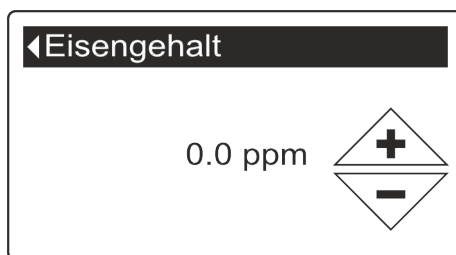

Abb. 55: Menüpunkt Eisengehalt
5. ➔ ▲ oder ▼ betätigen, bis der gewünschte Eisengehalt eingestellt ist (Abb. 55).